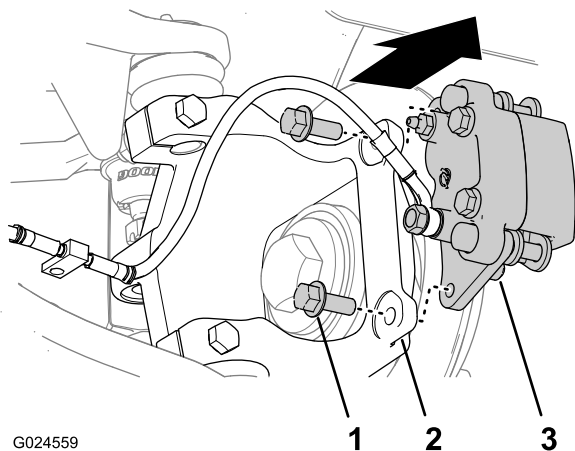

Figure 17
1. Retirez les 2 boulons à embase qui fixent l'étrier de frein au porte-fusée (Figure 17).
2. Faites glisser l'étrier de frein vers l'arrière jusqu'à ce que les plaquettes de frein passent le disque de frein (Figure 17).